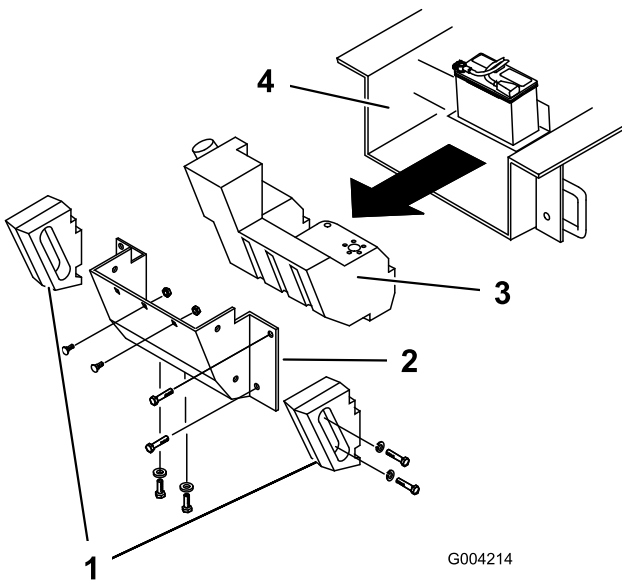

图 65
使用手电筒定期打开机罩并检查发动机下方的区域。当杂物深 2.55cm 时请完成以下步骤请参阅此流程中的 图 65
5. 拆下固定 2 个侧配重的螺栓、垫圈和锁紧垫圈然后拆下配重图 65。
8. 拆下固定后面板的 6 个螺母和螺栓拆下面板图 65。
10. 将油箱滑到后面图 65。
17. 将油箱部分滑入底盘 图 65。
23. 更换后面板并使用之前拆下的 6 颗螺栓和螺母进行固定 图 65。
25. 使用之前拆下的螺栓、垫圈和锁紧垫圈安装侧配重 图 65。